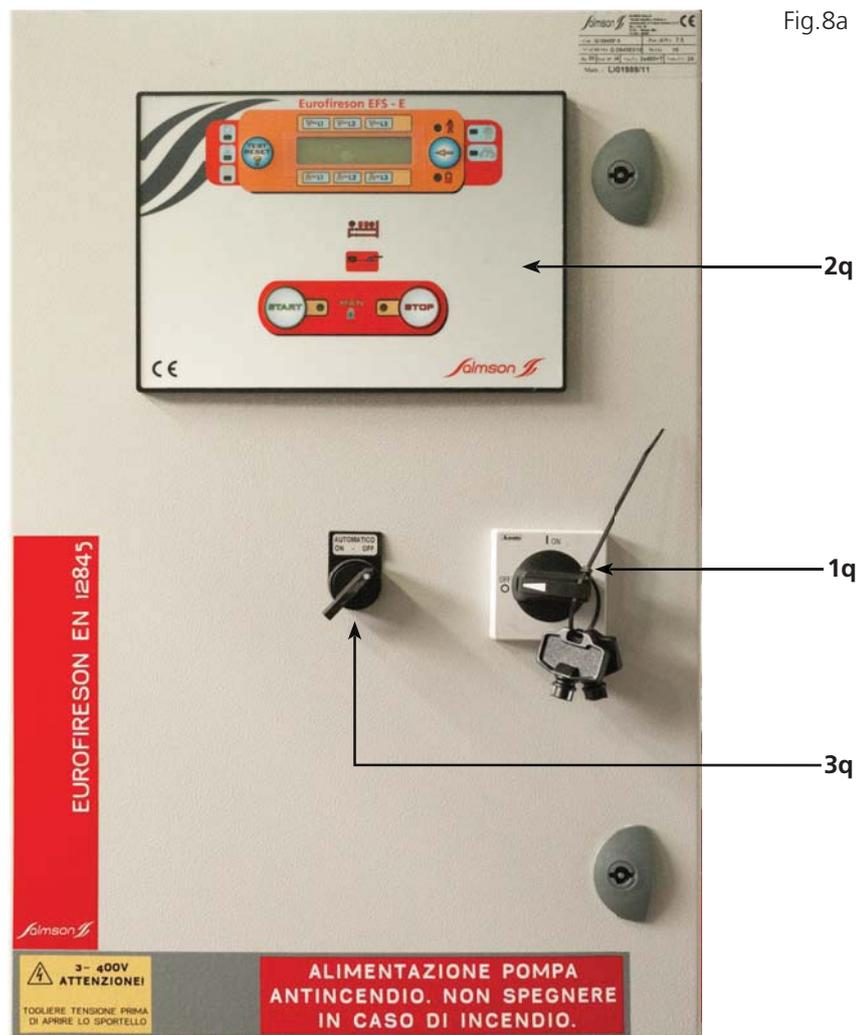
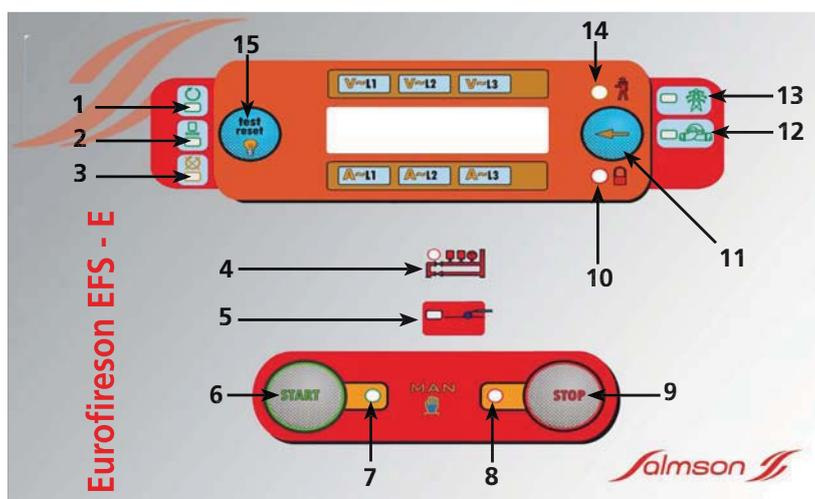

Fig.8a Interruttore blocco porta (1q) – per fornire tensione al sistema.
Fig.9a
Se la pressione nell'impianto non è stata riportata ad un livello superiore a quello di scatto dei pressostati della pompa principale, portando il selettore modale a chiave pos. 3q di fig. 8a in posizione di "ON" causerà un riavviamento immediato delle pompa principale. Se la pressione nell'impianto non è stata riportata ad un livello superiore a quello di scatto dei pressostati della pompa principale, portando il selettore modale a chiave pos. 3q di fig. 8a in posizione di "ON" causerà un riavviamento immediato delle pompa principale.
Il gruppo pompe NON è dotato di arresto di emergenza con ritenuta di blocco. Le pompe principali si arrestano solo manualmente escludendo l'automatico attraverso il selettore a chiave pos. 3q fig. 8a e 8b posizionato su "OFF" e premendo il pulsante di "STOP" sulla centralina comandi pos. 7 fig. 9a e pos. 9 fig. 9b.
- Posizionare, per la pompa interessata, il selettore chiave pos. 3q fig. 8a e 8b su "OFF"